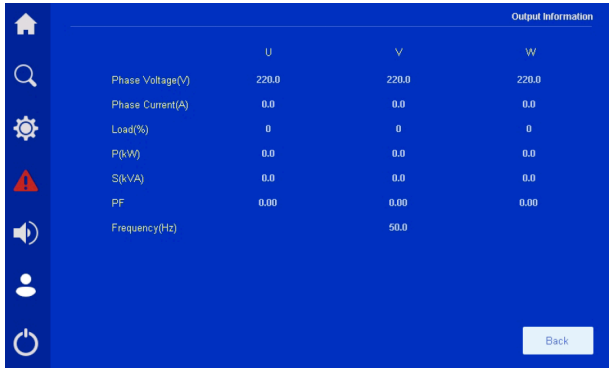

Figura 4-15 Información de salida del sistema
En la pantalla de inicio, haga clic en el icono “” para ir a la pantalla Información de salida, donde podrá ver la tensión de salida, la intensidad de salida, la capacidad de carga, la potencia activa, la potencia aparente, el factor de potencia (FP) y la frecuencia de salida, tal y como se muestra en la Figura 4-15.